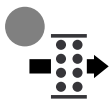

Fig. 2 Explication des symboles
Les LED indiquent le niveau de flux d'air actuel (figure 2, pos. 3).